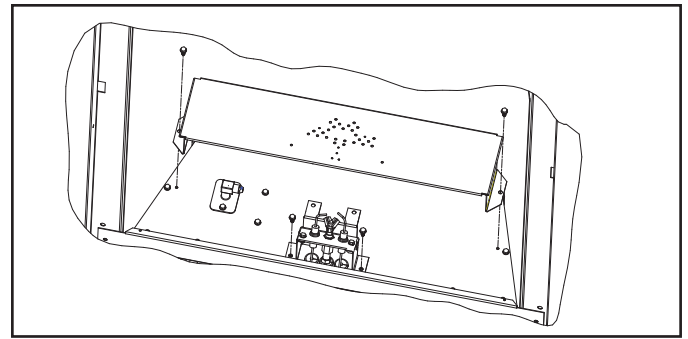

Figura 9.10
- Desatornille el soporte del quemado en ambos extremos y los dos tornillos que sostienen el soporte del piloto (consulte la Figura 9.10). Aleje el quemador del inyector de gas.